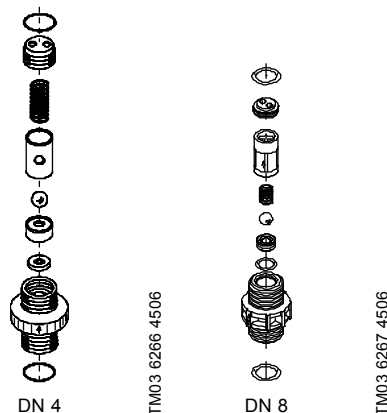

Fig. 45 Soupape DN 4 / soupape DN 8, à ressort
- Démontez la partie intérieure (selon fig. 45).